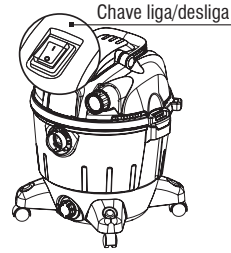

Fig. 14 – Ligar/desligar o aspirador de pó
2. Pressione a chave liga/desliga para acionar o aspirador de pó, conforme mostra a Fig. 14. Para desligar, basta pressionar novamente o botão;